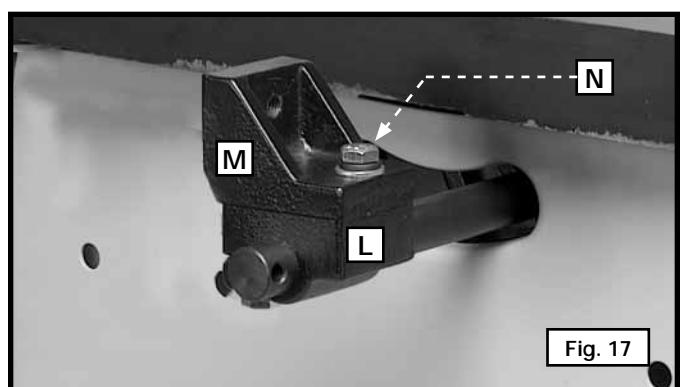

Fig. 17
- Alinee el orificio en el soporte del hendedor superior (M) Fig. 17, con el orificio en el soporte del hendedor inferior (L). Coloque una arandela de bloqueo de 7,938 mm (5/16"). Luego, coloque una arandela plana de 7,938 mm (5/16") en un tornillo de cabeza hexagonal 5/15-18x25,4 mm (1") (N). Inserte el tornillo (N) a través del orificio en el soporte del hendedor superior (M) y enrosque el tornillo en el soporte del hendedor inferior (L).